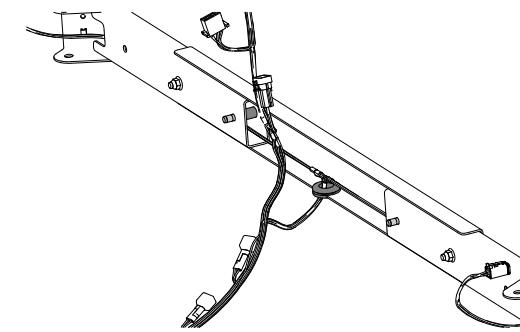

Figura 11
- Alinee los taladros del perfil de soporte, el espaciador y los soportes de los focos de trabajo según se muestra en Figura 11.
- Sujete el perfil de soporte al soporte del foco de trabajo (Figura 11) con 4 pernos con arandela prensada (3/8" x 2 1/4"), 4 espaciadores y 2 contratuerca con arandela prensada (3/8").
7. Repita los pasos **2** a **6** con el soporte del foco de trabajo del otro extremo del perfil de soporte (Figura 11).